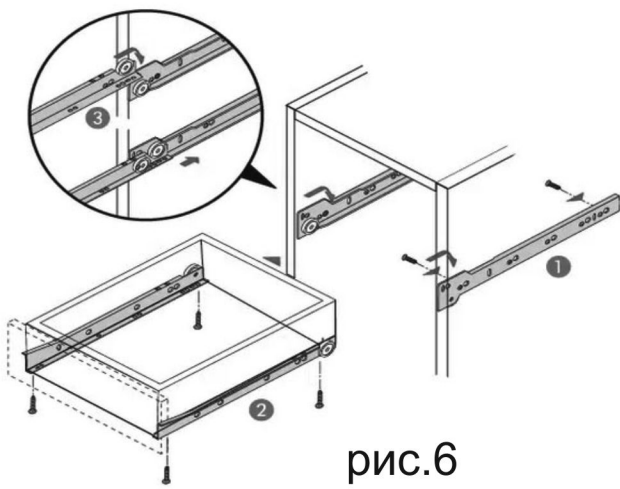

рис.6
12) Роликовые направляющие крепим снизу саморезами 3,5x16 (т). Ролики должны быть сзади ящика (рис. 6).